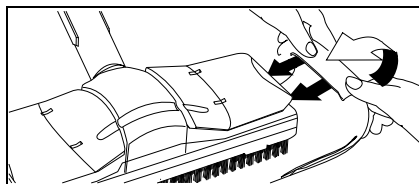

Рис. 10
- Прикрепите тряпку для мытья полов (H3) к форсунке для мытья полов (H1). Для этого сложите тряпку по ее длине пополам и поставьте на нее форсунку для мытья полов. Затем заведите выступающие концы тряпки один за другим под зажимы (H2) (см. рис. 10)